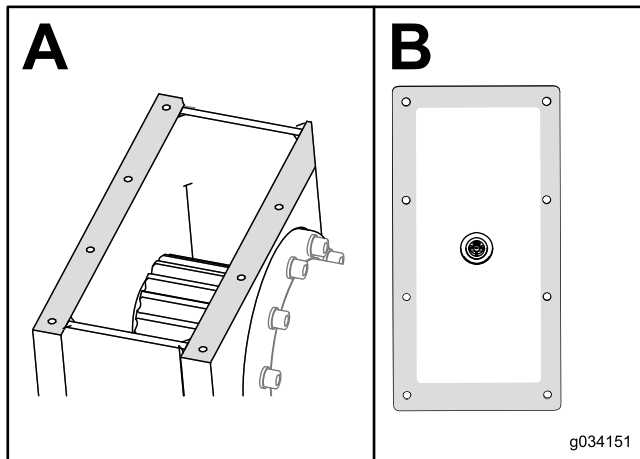

Figure 105
9. Nettoyez le produit d'étanchéité sur le boîtier d'engrenages et le couvercle (Figure 105).
10. Appliquez du composé RTV neuf de type automobile sur le bord du couvercle (encadré B de la Figure 105).